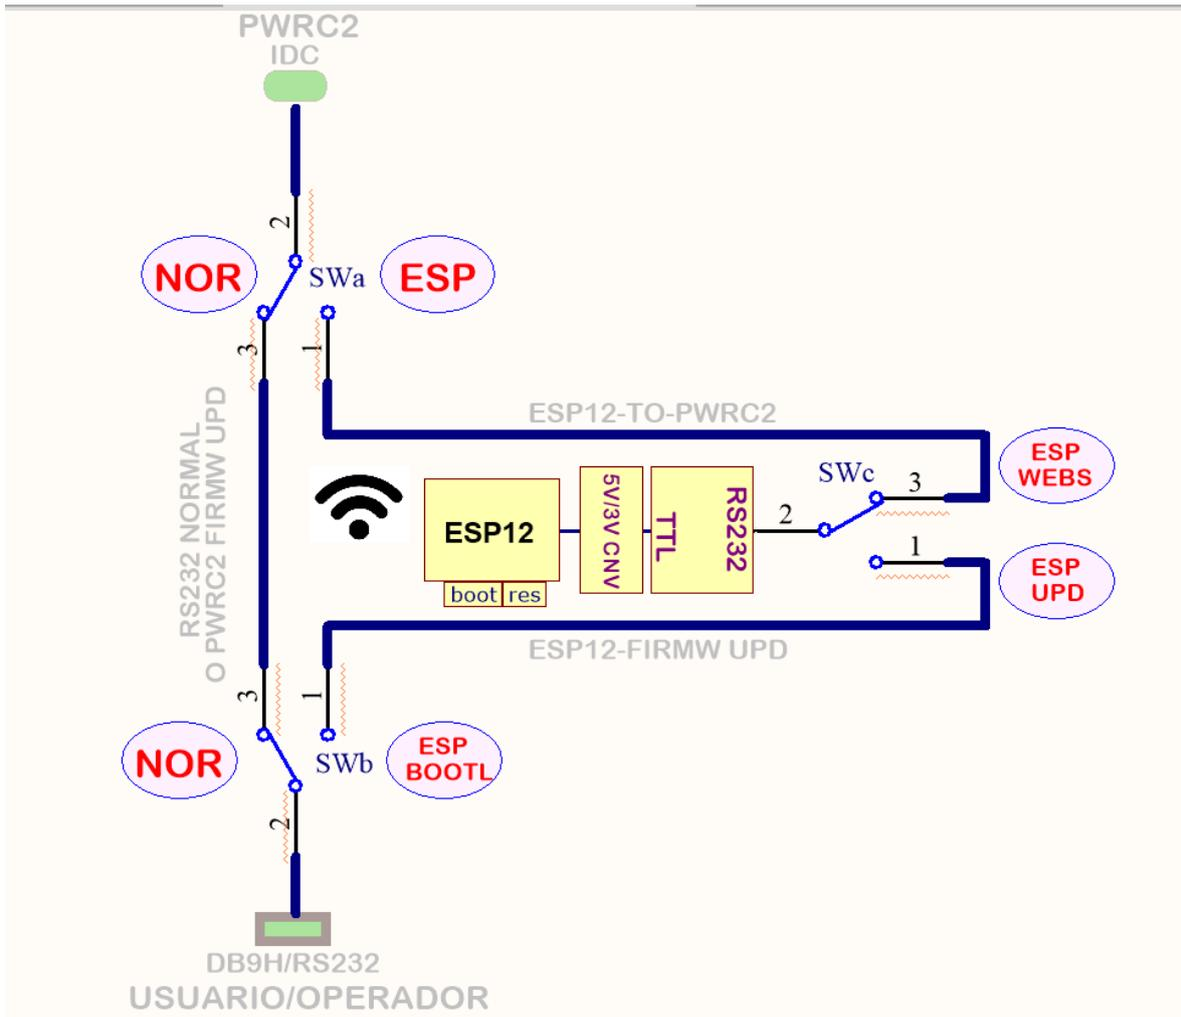

Figura 4 – Diagrama en bloques del ESP-Conv1
**3.1 Diagrama en Bloques y Modos de operación ESP-Conv1:** El elemento agregado al PWRC2 se denomina ESP-Conv1, y su diagrama en bloques se muestra en la Figura 4. Su objetivo es utilizar la interfaz RS232 y el conversor existente en los PWRC2